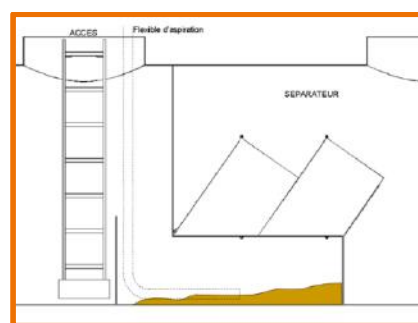

Figure 4 : Extraction des boues sous les cellules nids d'abeilles
- Au pompage des boues déposées sous les cellules nids d'abeilles, à partir de la chambre située à l'amont des nids d'abeilles (figure 4) à l'aide de la conduite d'aspiration de l'hydrocureuse.